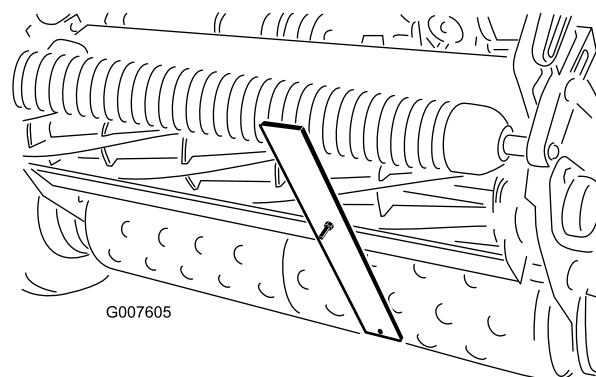

Figura 43
- Enganche la cabeza del tornillo sobre el filo de la contracuchilla y apoye el extremo trasero de la barra sobre el rodillo trasero (Figura 43).